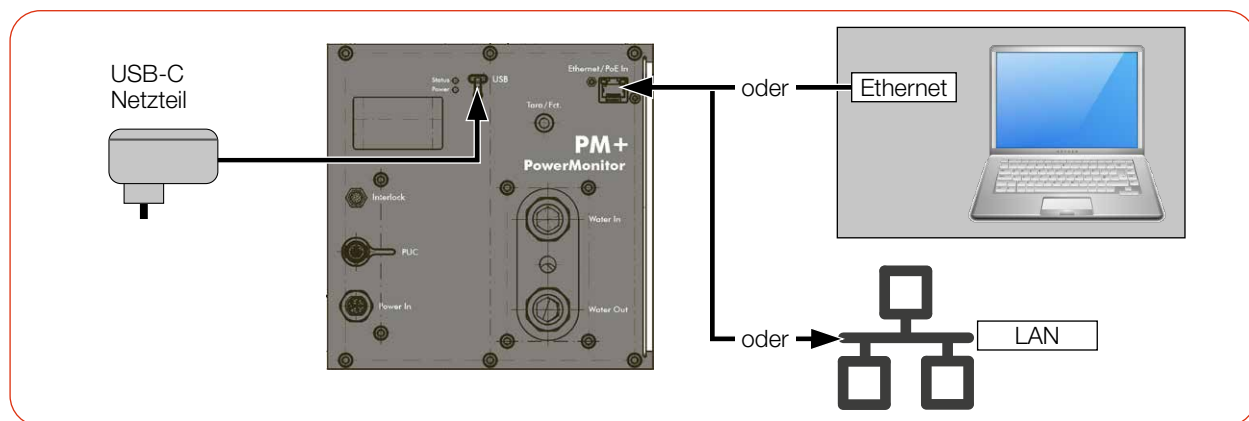

Abb. 7.6: Spannungsversorgung über USB-C Netzteil, Datenübertragung über Ethernet
► Schließen Sie die Kabel gemäß der Abb. 7.6 auf Seite 30 an.